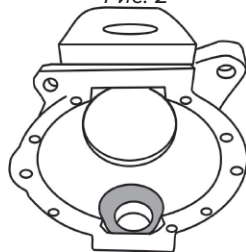

Рис.3
5. Наденьте на ШОПК [1] с установленными подшипниками [8] поворотный кулак. Убедитесь, что уплотнения подшипников шкворня [8] не задевают за выступы отливки поворотного кулака. При необходимости зачистите поворотный кулак УШМ чтобы устранить задевание (рис. 3)